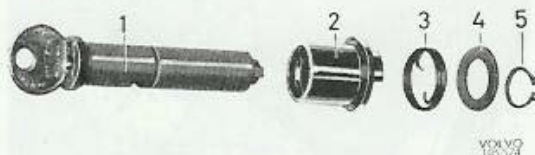

Bild 24. Dörrlåsets tryckknapp isärtagen
2. Ta bort låsringen (5, bild 24) varefter låscylindern kan tas ut tryckknappen.